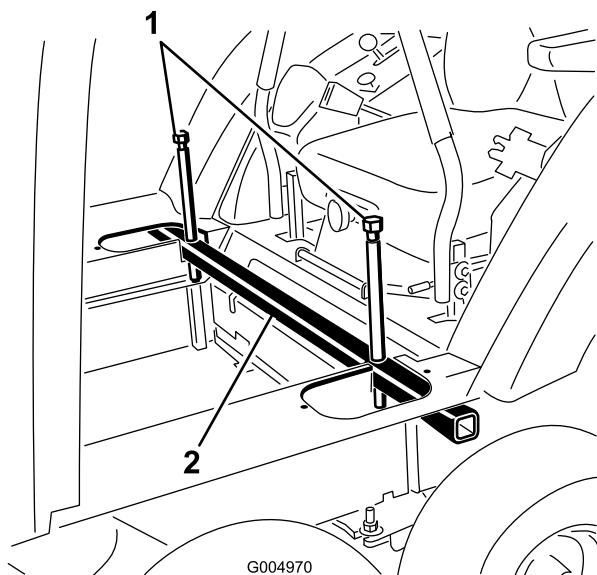

Figure 44
13. Desserrez les boulons de levage et déposer le tube de levage de la cabine des découpes du plancher (Figure 44).